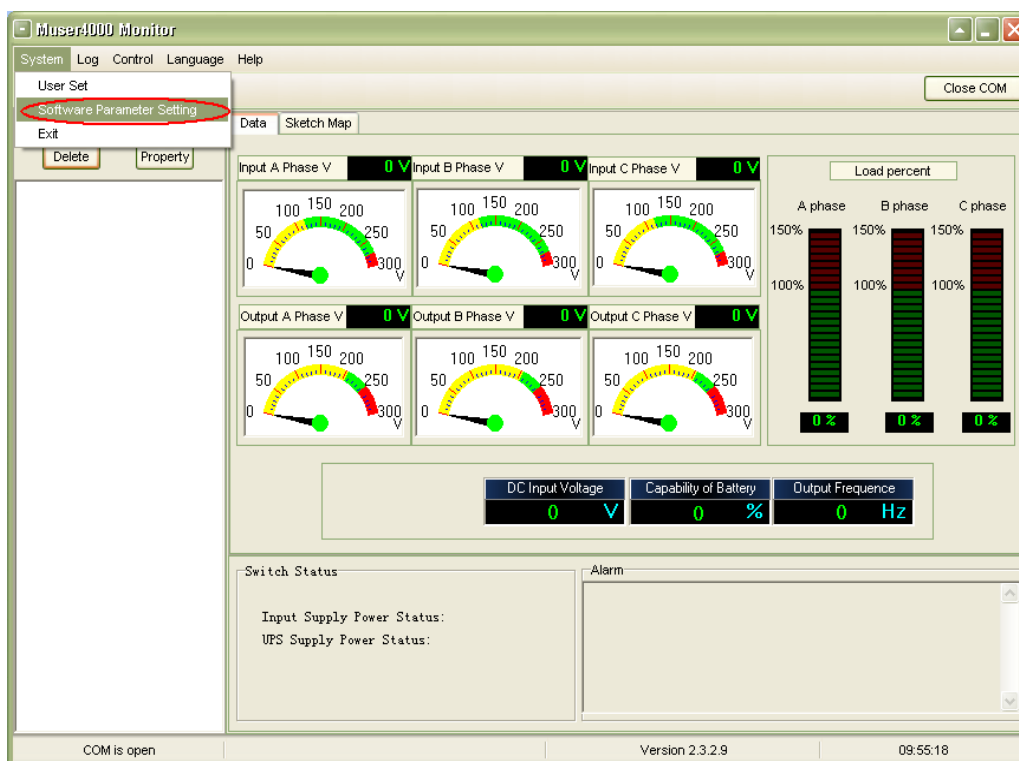

Fig. 5-22 Software de monitorización remota
- Abra el software Muser5000, haga clic en el botón “System” (sistema) (Fig. 5-22).